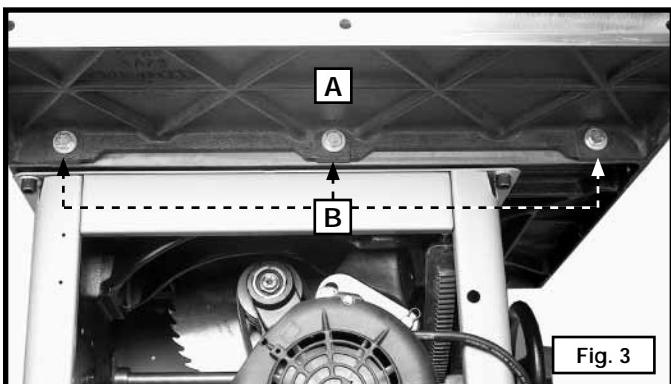
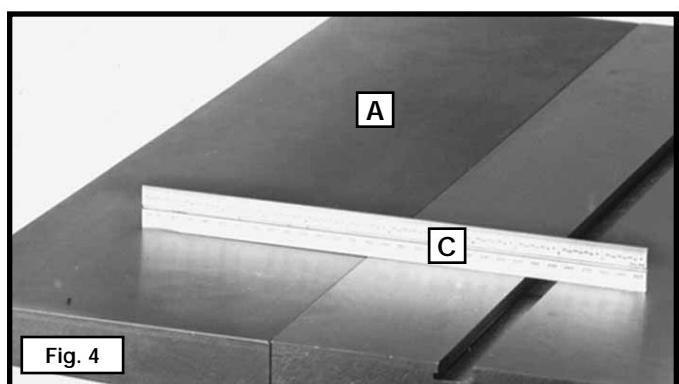

Fig. 3
Fig. 4
**REMARQUE (pour le boîtier du démarreur à commande basse tension) :** retirer l'interrupteur à commande basse tension marche/arrêt du côté gauche de la scie Unisaw. Utiliser la même quincaillerie pour fixer l'interrupteur à la rallonge gauche. (Consulter la rubrique « **FIXATION DE L'INTERRUPTEUR MARCHE/ARRÊT DU DÉMARREUR À COMMANDE BASSE TENSION** ») Fixer la rallonge gauche (A) fig. 3 au côté gauche de la table de scie avec les trois vis à tête hexagonale (B) de 11,1 mm - 20 x 32 mm (7/16 po - 18 x 1 1/4 po) et les trois rondelles plates de 11,1 mm (7/16 po).
**REMARQUE :** utiliser une règle droite (C) fig. 4 pour mettre la rallonge (A) à niveau avec la table de scie avant de serrer les vis (B) fig. 3.